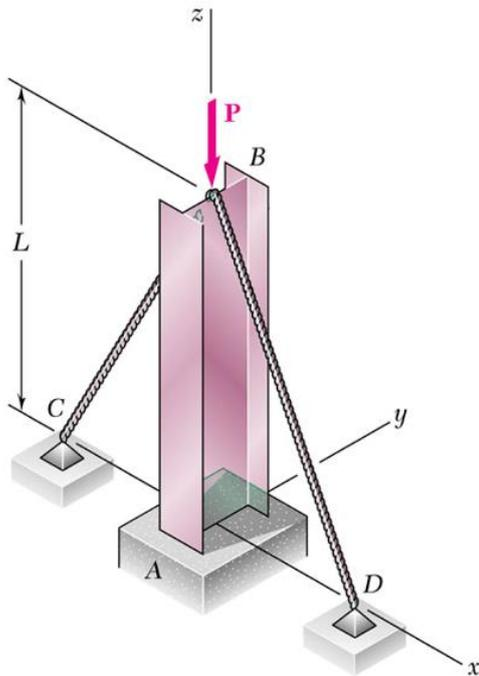

Figura 1.8
1.2.3 Os cabos esticados BC e BD evitam deslocamento do ponto B no plano xz na Figura 1.8. Determinar a carga centrada admissível P adotando-se um coeficiente de segurança de 2.5, um módulo de elasticidade de 200 GPa e desprezando as trações nos cabos. Considere duas vigas uma com secção 1: W200x22.5 e outra com outra com secção: W200x26.6.